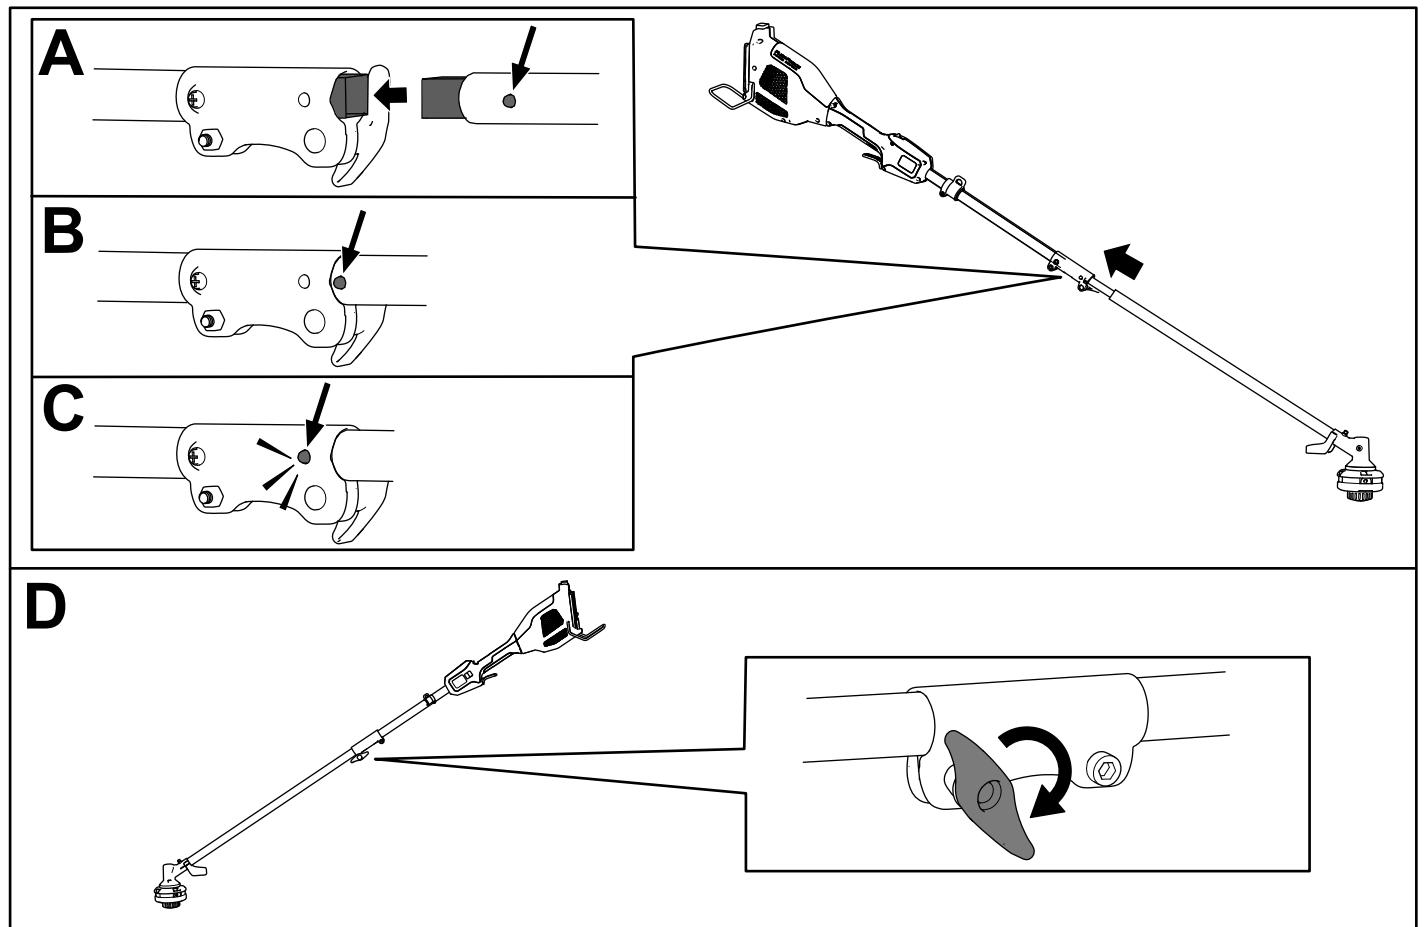

Figure 4
1. Insérez l'arbre carré de la débroussailleuse dans l'arbre carré de la tête électrique (A de Figure 4).
2. Placez le bouton de verrouillage situé sur la moitié inférieure du manche en face du trou situé sur la moitié supérieure, et emboîtez-les 2 moitiés ensemble (B et C de la Figure 4).
**Remarque:** Le bouton de verrouillage s'enclenche dans le trou quand les deux moitiés du manche sont correctement emboîtées (C de la Figure 4).
3. À l'aide de la poignée, serrez la vis sur le connecteur du manche jusqu'à ce qu'il soit bien fixé (D de la Figure 4).